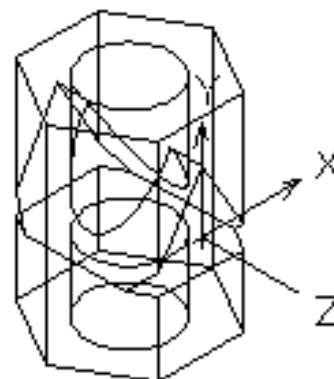

Рис.5.46
- в **Главном** виде и к **виду Сверху** (с окончанием –**VIS**, – **HID**) – рис.5.46.